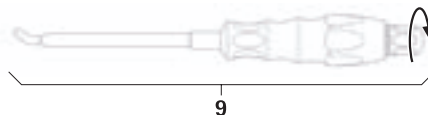

Fig. 15
- Montar el instrumento de inserción de varilla **9**, ver Fig. 15.